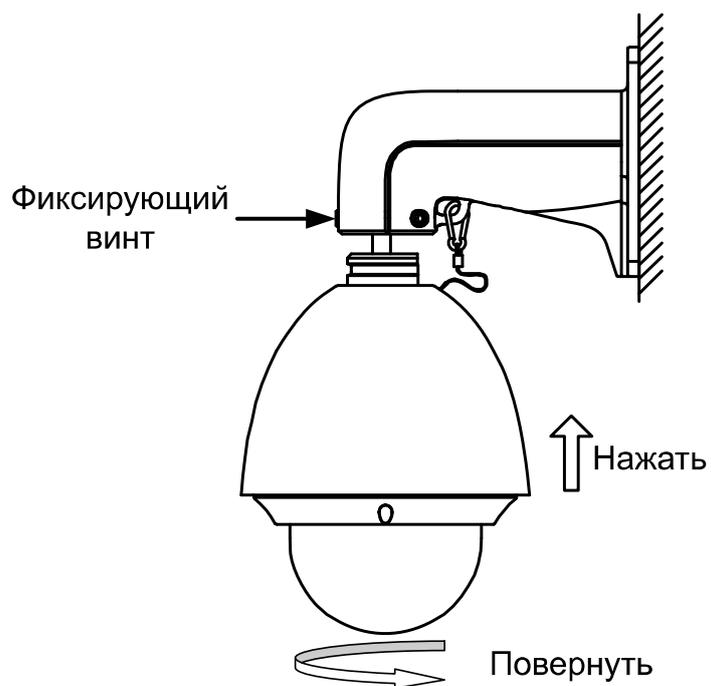

Рис. 1.5. Монтаж видеокамеры на кронштейн
5. Приставьте видеокамеру к кронштейну и, плотно прижав к нему, поверните ее по часовой стрелке, как показано на Рис. 1.5.